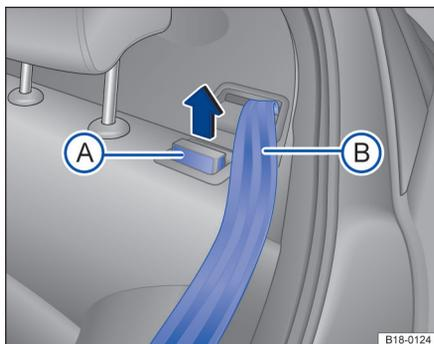

图 64 调整后排座椅靠背
- 拉起靠背两侧闭锁键⇒ 图 64A，沿箭头方向拉动并将座椅靠背向前折叠⇒ 图 64。
- 先将后排安全带拉出，并置于车身后饰板的边缘⇒ 图 64。